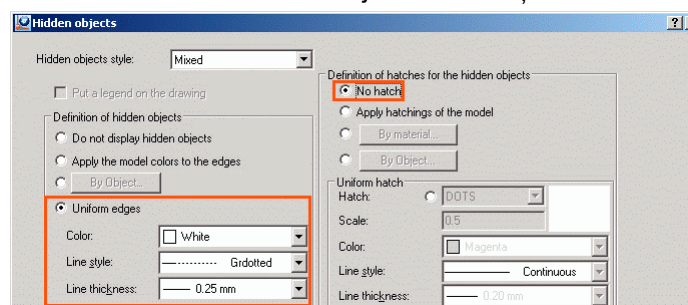

Figura 232: Definirea tipului de linie pentru reprezentarea obiectelor ascunse
- În zona "Definition of hidden objects" selectați **Uniform edges** și definiți parametrii ca în Figura 232.